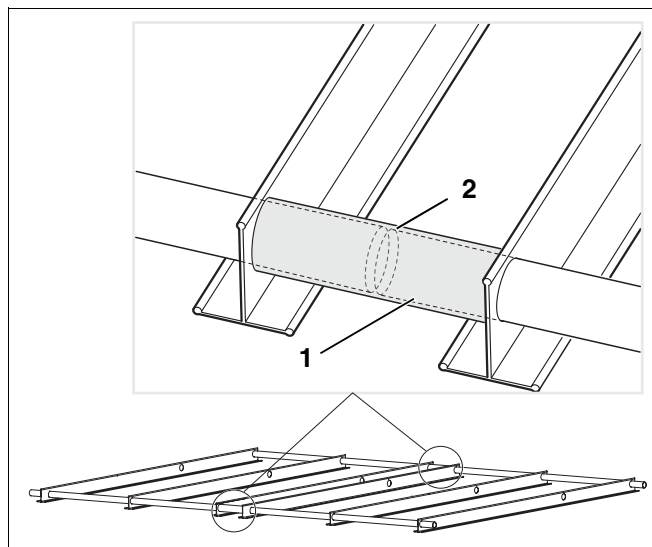

Fig. 24 Tubo distanciador entre dois suportes de base
- ▶ Desloque os dois tubos distanciadores fornecidos (Fig. 24, **Item 1**) através dos tubos cilíndricos do primeiro suporte de base.
Tenha atenção para que os tubos cilíndricos sejam inseridos sempre até ao meio dos tubos distanciadores (Fig. 24, **Item 2**).